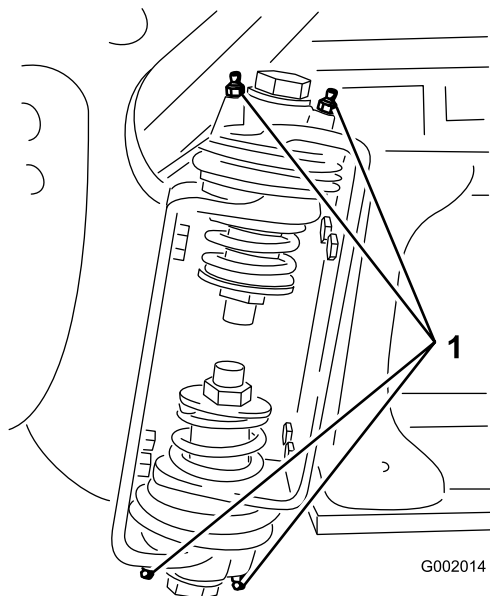

图 63
2. 将润滑脂通过黄油嘴打入到各个轴承或轴套中 (图 63)。